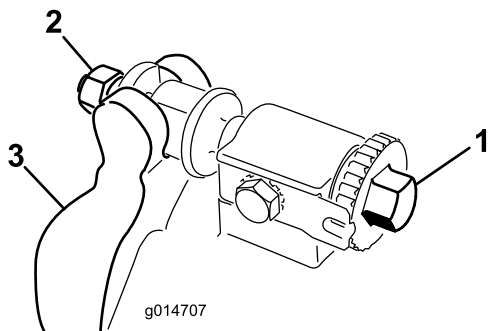

図 17
1. ベッドバー調整ネジを左に回してベッドナイフとリールの接触をなくす (図 17)。